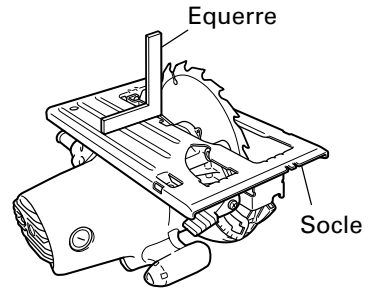

Fig. 21
- (1) Retourner le socle (Fig. 21) et desserrer le boulon à ailettes.